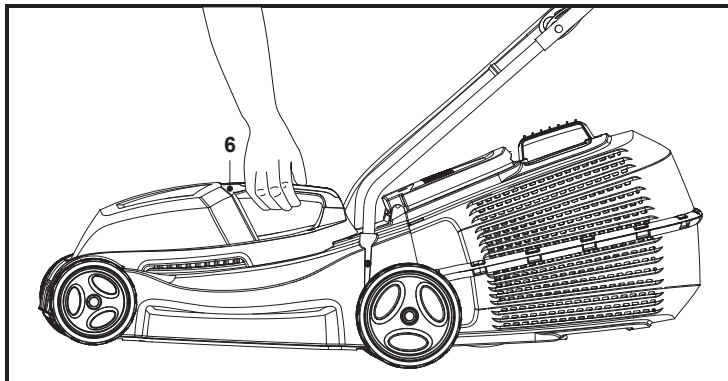

Fig. 7
Dacă vrei să-l transporti într-un loc mai înalt sau pe o treaptă, poți utiliza mânerul de transport (6) (fig. 7).